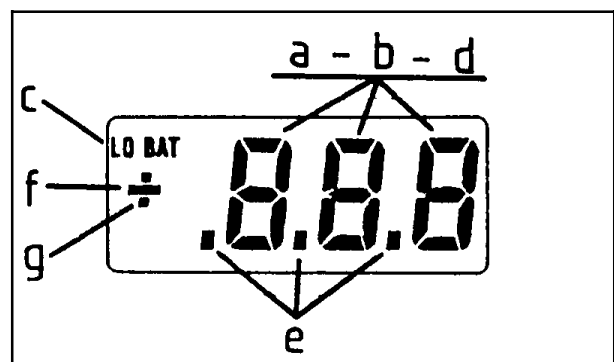

Bild 7-2
7.1.1 ANZEIGE. (Siehe Bild 7-2).